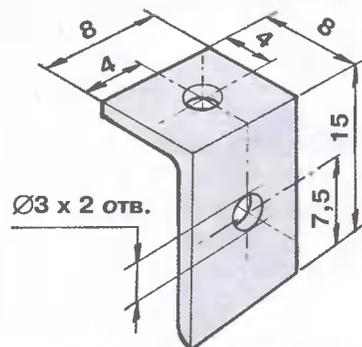

Рис. 4. Уголок (2 шт.), размеры в мм.
3. Изготовьте механические детали (см. рис. 4). Заготовкой для уголков является алюминиевый профиль 15x15 мм, но можно использовать и кровельное железо толщиной 0,5 — 0,7 мм.